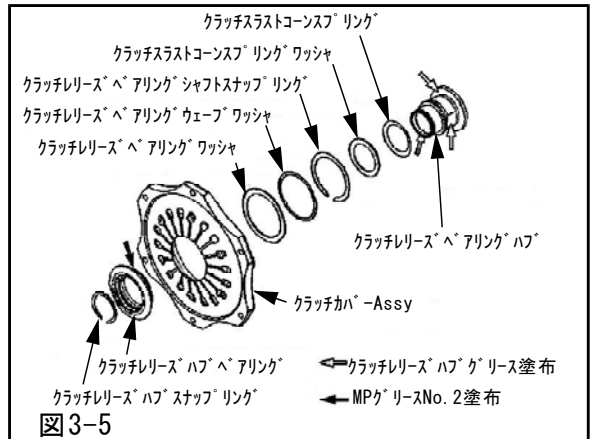

図3-5
- (6) クラッチカバーAssyにクラッチリリースハブベアリングとクラッチリリースベアリングハブを取付けてください。(図3-5) (P1×1)